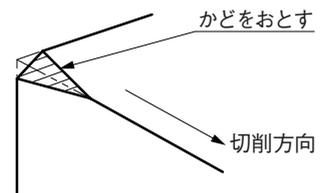

図5
- 面取りの切り始めが図5のような角のときは、先にグラインダー等で角をおとしてから加工を始めてください。